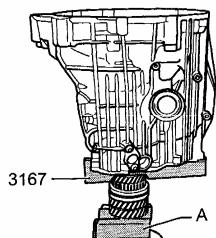

图 12-83 夹紧主动轴
(1) 把主动轴连同保护蹄片 A 夹紧到虎钳中, 如图 12-83 所示。